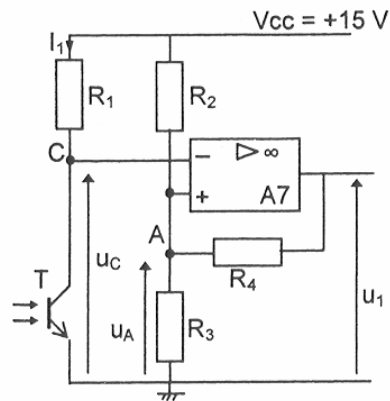
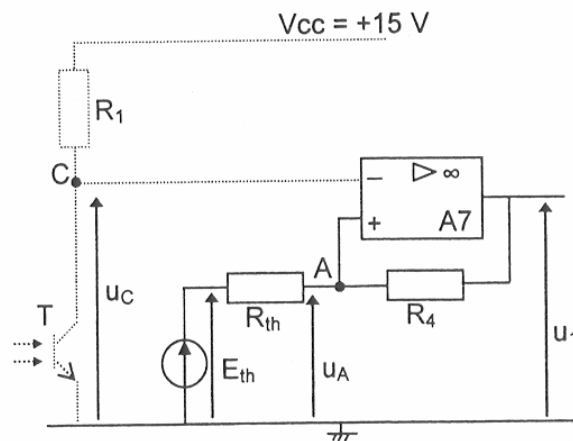

Figure 5
Figure 6
3.1 A partir de la **figure 5**, préciser le mode de fonctionnement de l'amplificateur opérationnel **A7**.
Vu de l'entrée non-inverseuse de l'amplificateur opérationnel **A7**, on peut remplacer l'ensemble des résistances **R₂** et **R₃** avec la source de tension **V_{cc}** (**figure 5**) par leur modèle équivalent de Thévenin **{E_{th} ; R_{th}}** schématisé **figure 6**.